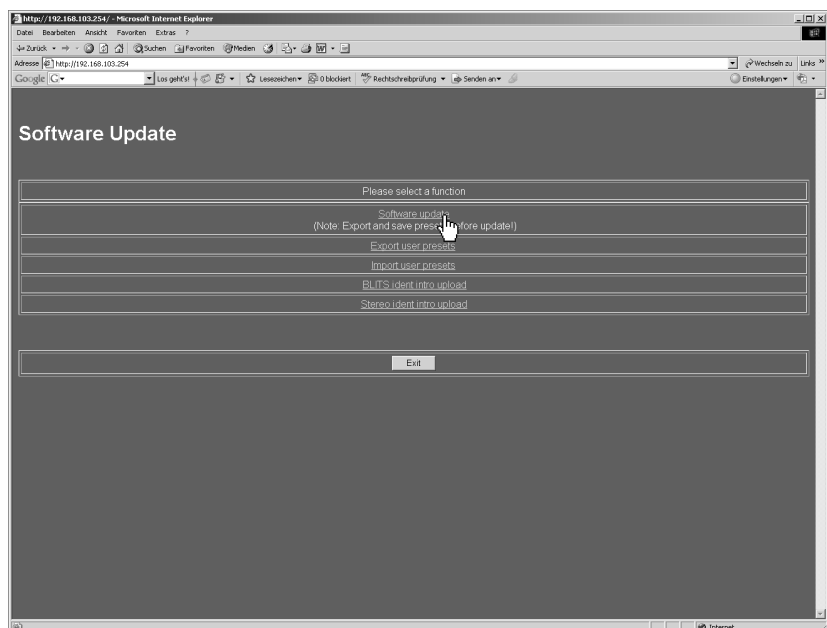

Bild 8-4: Anzeige des Software-Update-Programms in einem Internet-Browser
2. Im Browser-Fenster erscheint das Software-Update-Programm des SurroundControl (siehe Bild 8-4). Wählen Sie „Software update“.